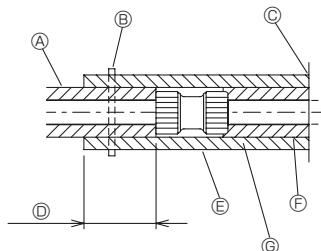

Fig. 4-6
2. Su boru tesisatını yeterli kalınlığa sahip ısıya dirençli polietilenle ayrıca kaplayarak su boru tesisatına izolasyon eklediğinizden emin olun. Böylece, iç ünite ve izolasyon malzemeleri ve izolasyon malzemelerinin kendi arasındaki mafsalda herhangi bir boşluk olmayacağından emin olun. İzolasyon çalışması yetersizse, yoğunlaşma vb. olasılığı vardır. Tavan plenumunda izolasyon çalışmasına özel dikkat gösterin. (Fig. 4-6)